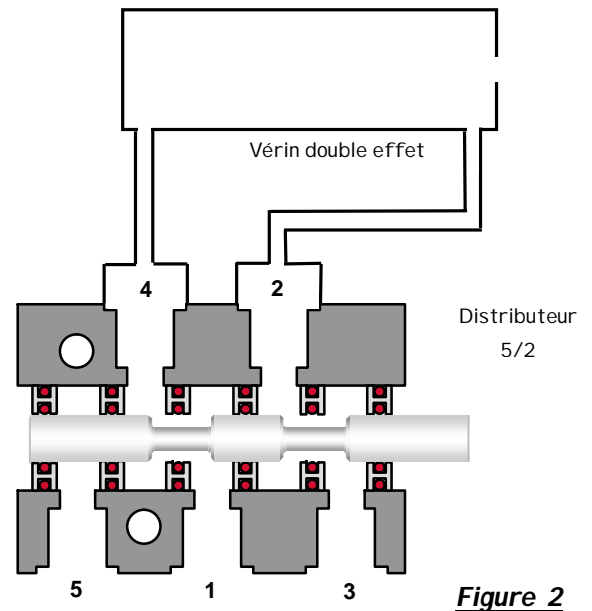

Figure 2
1. Colorier sur la **figure 2** en bleu foncé les espaces occupés par l'air comprimé et en bleu clair les espaces occupés par l'air à pression atmosphérique.
4. Tracer sur le distributeur 5/2 **figure 2**, en reliant les orifices concernés, le passage :